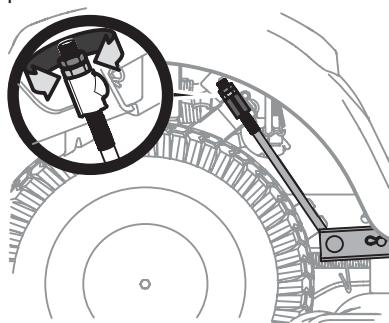

Figura 22
3. Debajo de los guardabarros traseros dentro de las ruedas hay una varilla de ajuste de elevación para cada lado de la plataforma. Consulte la Figura 22.